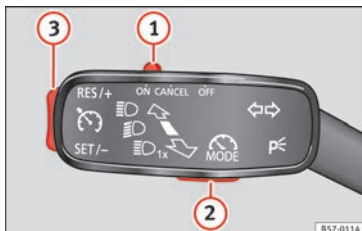

Bild 185 Till vänster om rattstäng: Reglage och knappar för användning av hastighetsbegränsaren.
Om du vill stänga av hastighetsbegränsaren temporärt t.ex. för att köra om, flyttas reglage » bild 185 ① på blinkersspaken till position **CANCEL** eller den tredje spaken till tryckpunkt